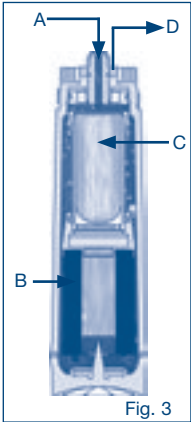

Fig. 3
L'eau du robinet (A) entre dans la cartouche de filtre (Fig. 3) et l'eau est filtrée par un bloc de carbone (B) activé. Particules, matières organiques dissoutes, des colorants naturels et de substances responsables de mauvais goût et les odeurs par exemple chlore sont éliminés. Ensuite, l'eau est filtrée par une fibre ultrafiltration (C), la membrane creuse en impasse pour l'élimination des bactéries. Le filtre est équipé d'une petite quantité d'argent, pour des raisons bactériostatiques.